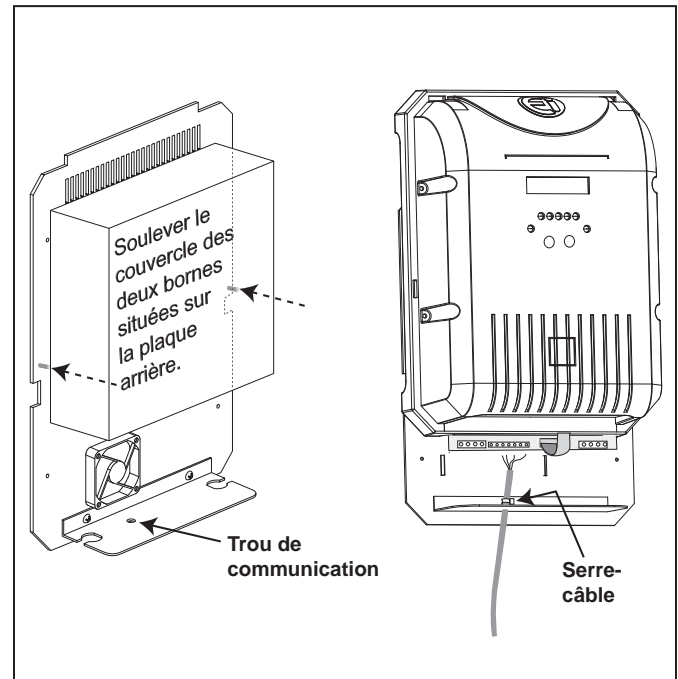

Figure 24. Accès et câblage à la carte de circuit imprimé
2. Enlever les vis qui fixent le couvercle à la plaque arrière et soulever le couvercle pour dégager les bornes (Voir Figure 24).
3. Retirer le bouchon blanc qui recouvre le trou des communications (Voir Figure 24).
5. Fixer le serre-câble au câble du dispositif de commande tel qu'illustré (Voir Figure 24).